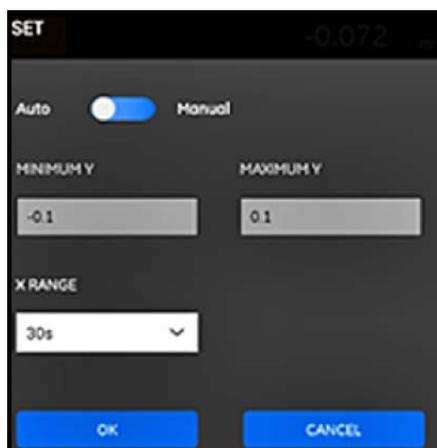

Рис. 95: Меню параметров графика
- В режиме GRAPH (ГРАФИК) щелкните кнопку SETTING (НАСТРОЙКА) непосредственно над графиком, чтобы открыть меню SET Y AXIS (УСТАНОВКА ОСИ Y), показанное на Рис.95 ниже.